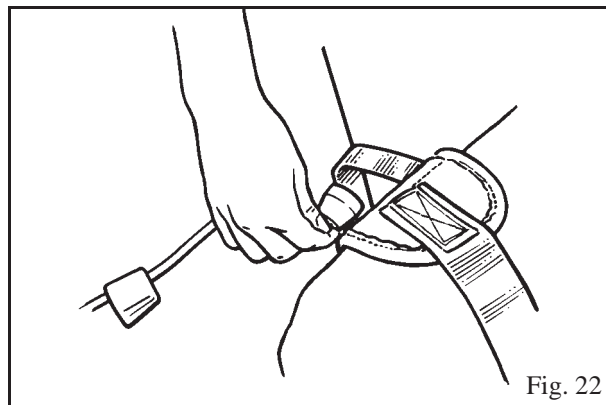

Fig. 22
1. Identifique a extensão de fixação em cada secção da perna da funda e prenda o cordão de fixação direito à extensão esquerda. Repita para o outro lado. (Ver Fig. 22 e Fig. 17 para a fixação dos cordões)